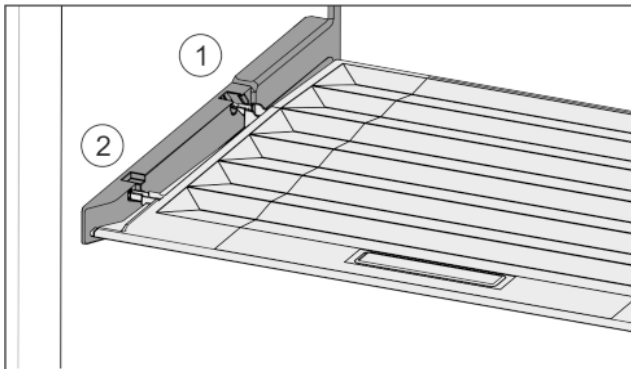

Fig. 29
- ▶ Вставити поперечні ребра через отвір заднього тримача Fig. 29 (1) і зафіксувати спереду у тримачі Fig. 29 (2).